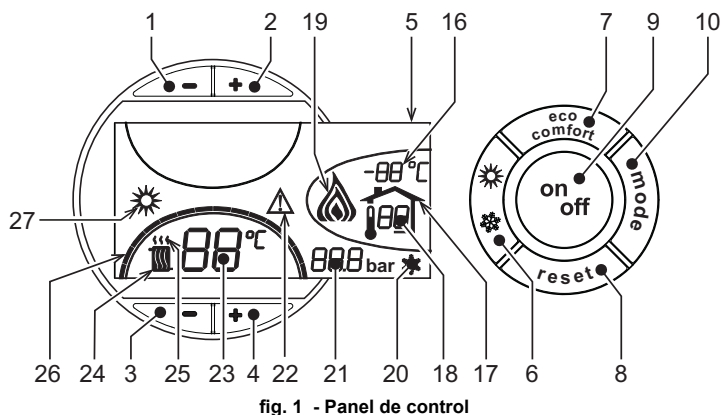
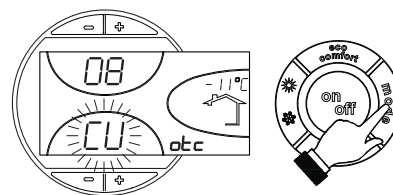
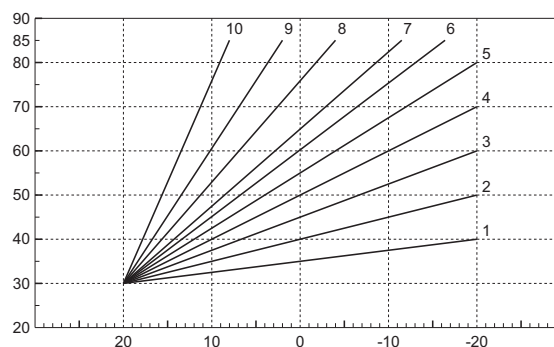
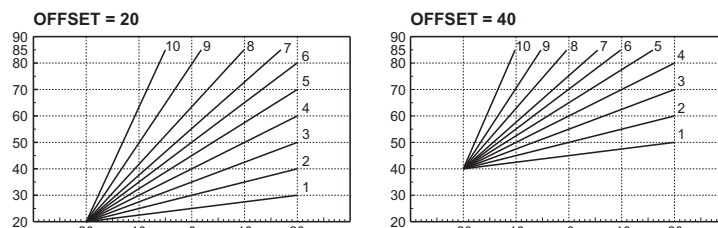

fig. 1 - Panel de control
fig. 9 - Curva de compensación
fig. 11 - Curvas de compensación
fig. 12 - Ejemplo de desplazamiento paralelo de las curvas de compensación
Pulsar la tecla **on/off** (9 - fig. 1) durante 1 segundo.
Cuando la caldera se apaga, la tarjeta electrónica permanece conectada. Se inhabilita el funcionamiento en calefacción. El sistema antihielo permanece operativo. Para volver a activar la caldera, pulsar nuevamente la tecla **on/off** (9 - fig. 1) durante 1 segundo.
- Pulsar la tecla **ON/OFF** (9 - fig. 1).
Pulsar la tecla **verano/invierno** (6 - fig. 1) 1 segundo.
En la pantalla se visualiza el símbolo Verano (27 - fig. 1): la caldera sólo suministra agua sanitaria. El sistema antihielo permanece operativo.
Para desactivar la modalidad Verano, pulsar nuevamente la tecla **verano/invierno** (6 - fig. 1) 1 segundo.
Mediante las teclas **-/+** (3 y 4 - fig. 1) se puede regular la temperatura de la calefacción desde un mínimo de 30 °C hasta un máximo de 80 °C.
Mediante las teclas **-/+** (1 y 2 - fig. 1) se puede regular la temperatura del agua sanitaria desde un mínimo de 10 °C hasta un máximo de 65 °C.
Si está instalada la sonda externa (opcional), en la pantalla del panel de mandos (5 - fig. 1) aparece la temperatura instantánea medida por dicha sonda. El sistema de regulación de la caldera funciona con "Temperatura adaptable". En esta modalidad, la temperatura del circuito de calefacción se regula en función de las condiciones climáticas exteriores, con el fin de garantizar mayor confort y ahorro de energía durante todo el año. En particular, cuando aumenta la temperatura exterior disminuye la temperatura de ida a la calefacción, de acuerdo con una curva de compensación determinada.
Durante el funcionamiento con temperatura adaptable, la temperatura programada mediante las teclas de calefacción **-/+** (3 y 4 - fig. 1) pasa a ser la temperatura máxima de ida a la instalación. Se aconseja definir el valor máximo para que la instalación pueda regular la temperatura en todo el campo útil de funcionamiento.
Si se pulsa una vez la tecla **mode** (10 - fig. 1), se visualiza la curva actual de compensación (fig. 9), que se puede modificar con las **teclas del agua sanitaria** (1 y 2 - fig. 1). Seleccionar la curva deseada entre 1 y 10 según la característica (fig. 11).
Si se pulsan las **teclas de la calefacción** (3 y 4 - fig. 1), se accede al desplazamiento paralelo de las curvas (fig. 12), modificable mediante las **teclas del agua sanitaria** (1 y 2 - fig. 1).
Al pulsar otra vez la tecla **mode** (10 - fig. 1) se sale de la modalidad de regulación de las curvas paralelas.
Si la caldera tiene conectado el reloj programador a distancia (opcional), los ajustes descritos anteriormente se gestionan según lo indicado en la tabla 1. Además, en la pantalla del panel de mandos (5 - fig. 1) aparece la temperatura ambiente actual medida por el reloj programador a distancia.
Selección Eco/Comfort	Si se desactiva el funcionamiento en sanitario desde el menú del reloj programador a distancia, la caldera selecciona la modalidad Economy. En esta condición, la tecla 7 - fig. 1 del panel de la caldera está inhabilitada. Si se vuelve a activar el funcionamiento en sanitario con el reloj programador a distancia, la caldera se dispone en modo Comfort. En esta condición, con la tecla 7 - fig. 1 del panel de la caldera es posible pasar de una modalidad a otra.